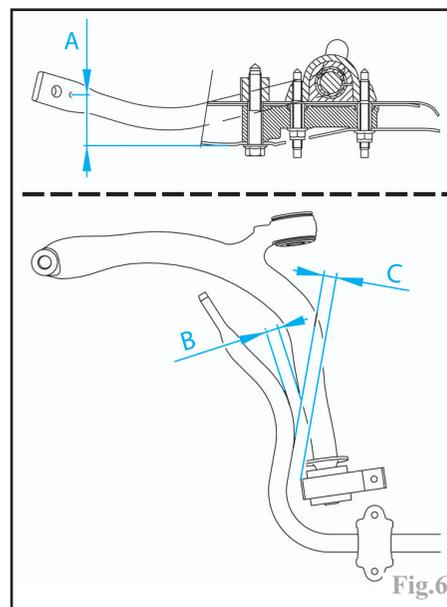

Fig.6
-Positionner la barre stabilisatrice de façon à obtenir  $A = 50 \pm 5\text{mm}$  (Fig.6).
-Vérifier l'alignement de telle sorte que les cotes (B) et (C) soient identiques des deux côtés.